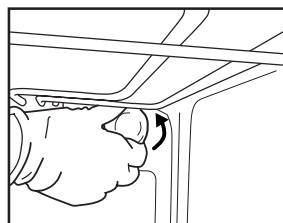
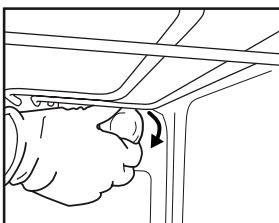

Рис. 6
Рис. 7
2. Выкрутите плафон (Рис. 6), замените лампочку (тип новой лампочки указан в примечании) и снова закрутите плафон (Рис. 7).